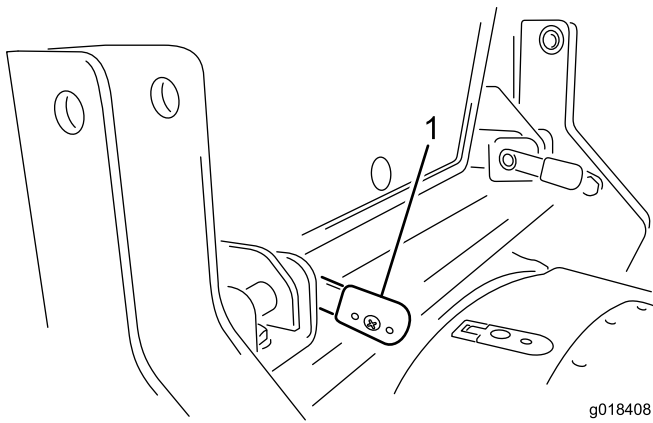

Figura 13
4. Una vez insertadas del todo las palancas, gírelas hacia abajo para bloquearlas en esa posición (Figura 13).